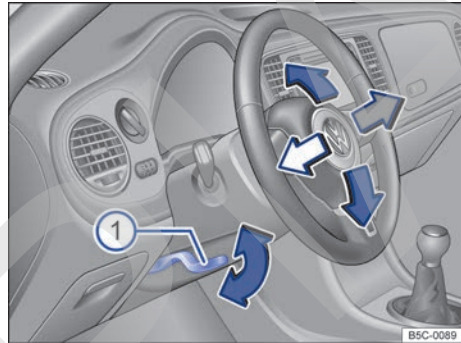

Fig. 43 Ajuste mecánico de la posición del volante.
- Tire hacia abajo de la palanca → fig. 43 ①.
- Después del ajuste, presione siempre la palanca → fig. 43 ① firmemente hacia arriba para que no se modifique la posición del volante accidentalmente durante la marcha.